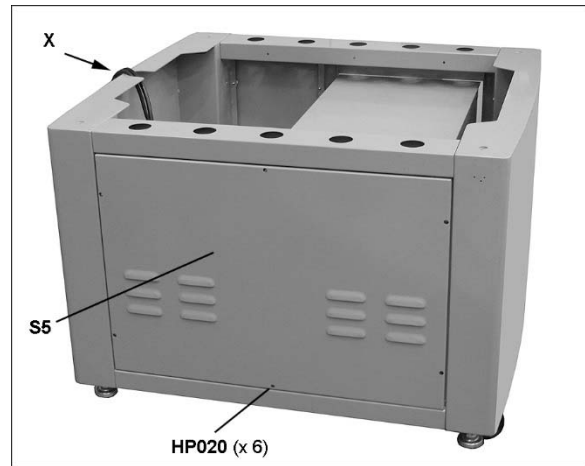

Figura 7-15
13. Instale el panel lateral restante (S5, Figura 7-15). El pedestal está ahora completo.
14. Pase los cables del servidor por la ranura en el panel trasero (X, Figura 7-15). Pase el cable eléctrico por debajo del pedestal de modo que se pueda acceder al enchufe después de instalar la plataforma de la rebajadora.